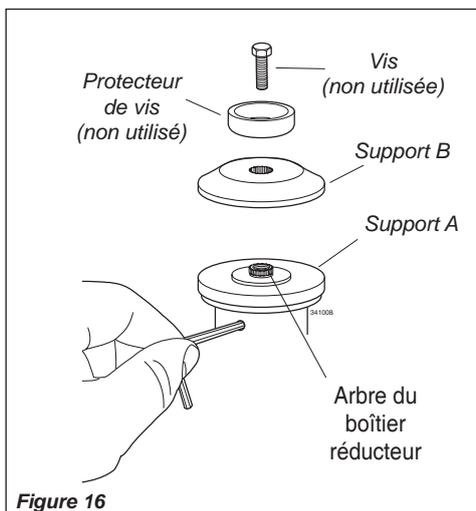

Figure 16
1. Orienter l'arbre de sortie du boîtier réducteur vers le haut, puis faire pivoter l'arbre de transmission et le support A jusqu'à ce que l'orifice pratiqué dans le support A soit aligné sur l'orifice correspondant pratiqué dans la bride du boîtier réducteur ; ensuite, fixer le support sur le boîtier réducteur en introduisant l'extrémité allongée de la clé hexagonale dans les deux orifices. Voir la figure 16.
2. À l'aide de la clé mixte à bougie, retirer la vis, le protecteur de vis et le support B. (Le protecteur de vis et la vis ne sont pas destinés à être utilisés avec une tête de coupe). Voir la figure 16.